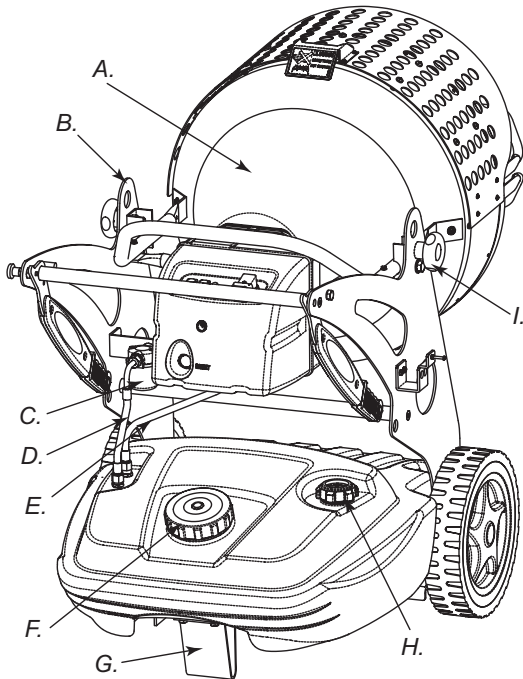
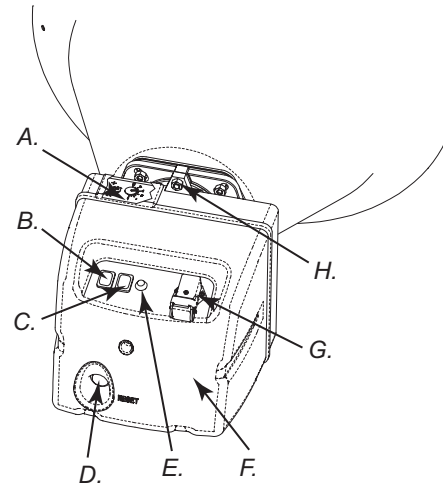
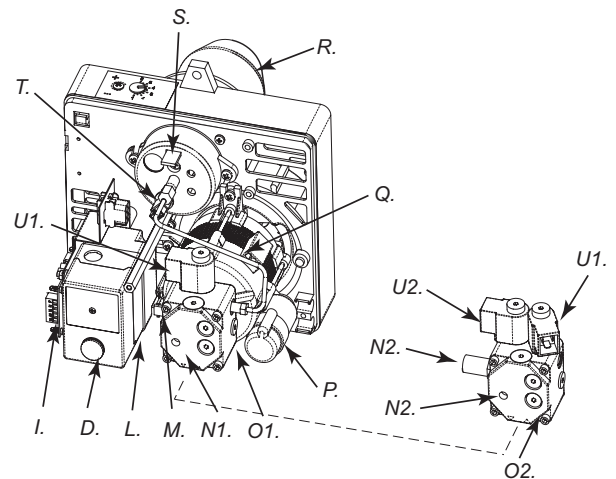

Abbildung 3 - Modell XL9.
Abbildung 5 - Schaltung XL9.
Abbildung 6 - Brennerkomponenten XL9.
Den Schalter (B Abb. 5) in Position ON (I) bringen. Die Vorventilation schaltet sich ein. Nach ca. 10 Sekunden beginnt die Verbrennung.
Achtung: Vor die Ausschaltung achten sie das die Taste (C Abb.5) in Position  ist.
Um die maximale Stärke zu erreichen, bringen sie die Taste (C Abb.5) in Position ( ).
Bei der ersten Inbetriebnahme oder nach der vollständigen Entleerung der Brennstoffleitungen, kann der Brennstofffluss an der Düse unzureichend sein und zum Einschreiten der Sicherheitsvorrichtung führen, welche die Flamme kontrolliert (siehe Absatz „SICHERHEITSVORRICHTUNG“). Diese schaltet das Heizgerät aus. In diesem Fall warten Sie bitte etwa eine Minute, drücken dann den RESET-Knopf (D Fig.5 or 6) und schalten den Apparat erneut ein.
Das Gerät ist mit einer Sicherheitsvorrichtung (L Abb. 6) ausgestattet, welche die Flamme kontrolliert. Wenn Unregelmäßigkeiten während des Betriebes auftreten, bewirkt diese Vorrichtung die Störabschaltung des Brenners und das Aufleuchten des RESET-Knopfes (D Abbil. 5 und 6).
Der Generator kann leicht umgestellt werden, außerdem kann er auch angehoben und, mittels spezieller Ringschrauben, auf unterschiedlichen Höhen genutzt werden (B Abb. 3 oder Abb. 7). Man kann ihn also befestigen und anheben, um ihn dort einzusetzen, wo erwärmt, aufgetaut und getrocknet werden soll.
- Bauen Sie den Brennercoffer ab (F. Abb.5), die Pumpe des Brenners (O1 und O2. Abb. 6) kennzeichnen;
- Die Schraube (H Abb.5) lösen, welche den Brenner (A Abb.3) am Verbrennungsraum festhält
- Den Brenner aus dem Verbrennungsraum ziehen (Abb.3)